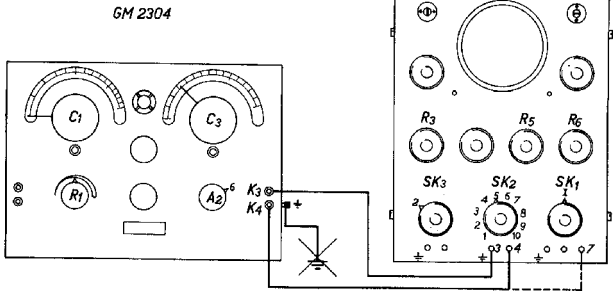

Fig.5
1. Synchroniseren met behulp van den Philips toongenerator, GM 2304 (zie fig. 5)
De belastingsweerstand van 1000 ohm, die normaal bij stand "6" van A_2 behoort, wordt nu niet aangebracht, daar het niet belangrijk is, of de toegevoerde synchronisatiespanning sinusvormig is. R_1 van de GM 2304 wordt eerst bijna geheel linksom gedraaid en de gewenschte synchronisatiefrequentie met behulp van C_1 of C_3 van den toongenerator ingesteld (zie ook gebruiksaanwijzing GM 2304). Daarna wordt de tijdbasisfrequentie met de knoppen SK_2 en R_5 zoo goed mogelijk op de gewenschte frequentie ingesteld. Dit bereikt men door de bussen 4 en 7 van de oscillograaf even door te verbinden (in fig. 5 gestippeld aangegeven), SK_1 in stand "I" en SK_3 in stand "2" te zetten, de verticale amplitude met R_6 in te stellen en daarna SK_2 en R_5 zoodanig te regelen dat één volledige sinuskrumme op het scherm verschijnt. R_3 van de oscillograaf wordt nu geheel rechtsom gedraaid en daarna R_1 van de GM 2304 vanuit den meest linkschen stand juist zoover rechtsom gedraaid tot het beeld stilstaat. De verbinding tusschen de bussen 4 en 7 wordt dan weer verwijderd.